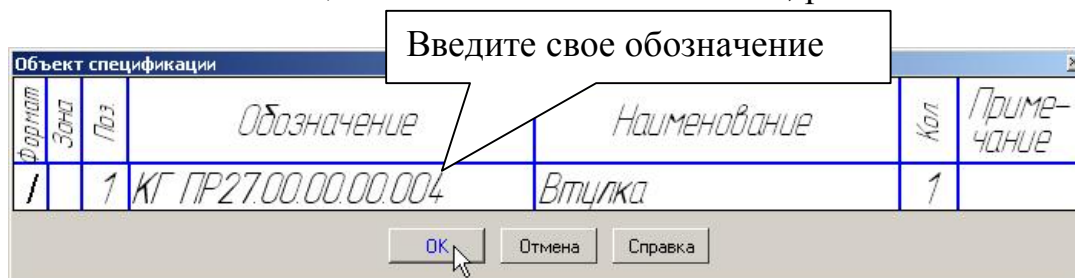

Рис. 61
- 3) В появившемся окне заполните ячейки **Обозначение**, **Наименование**, **Количество** и нажмите **ОК**, рис. 61.